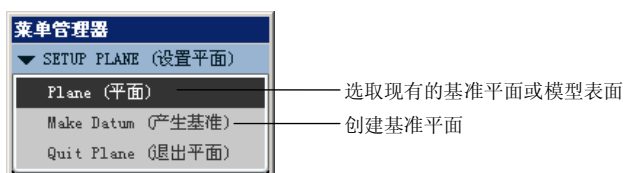

图 3.2.11 “设置平面”菜单
(1) 在图 3.2.11 所示的 **SETUP PLANE (设置平面)** 菜单中, 选择 **Planar (平面)** 命令。